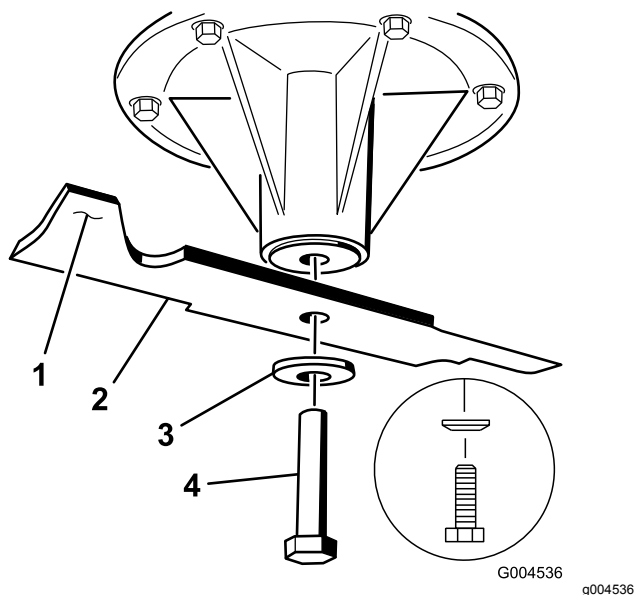

Figura 76
2. Togliete il bullone, la rondella curva e la lama dall'asse del fusello (Figura 76).
3. Se la lama non è bilanciata, limate del metallo soltanto dalla costa (Figura 76).